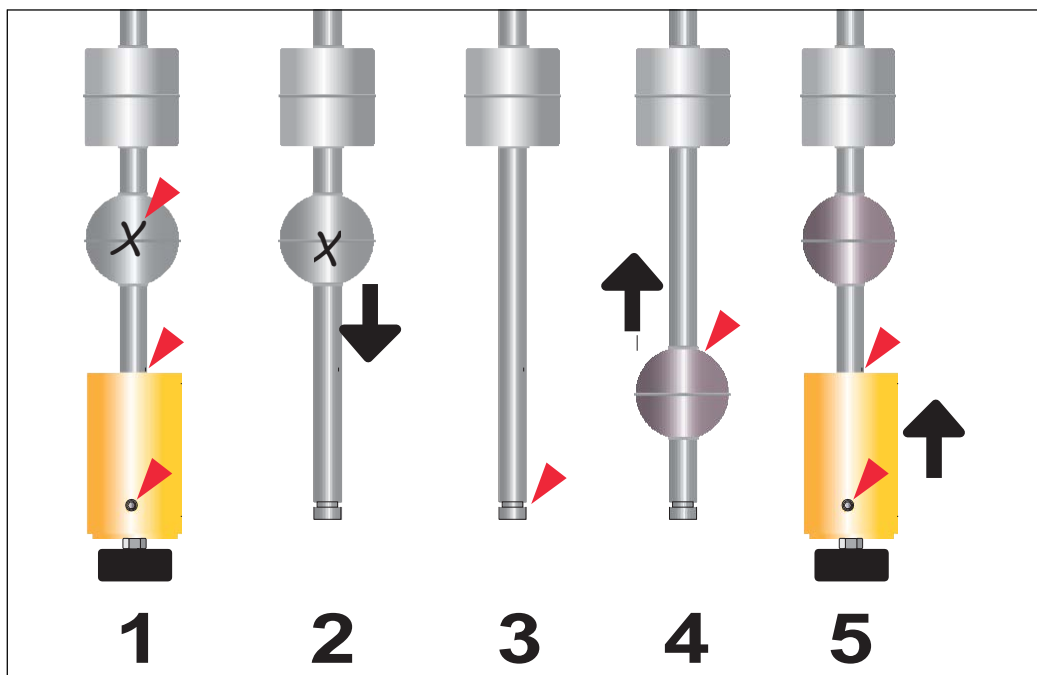

Abbildung 5: Installieren des Austausch-Wasserschwimmers
4. Lösen Sie die 3 Schrauben am Fuß des Gewichts mit einem 3 mm Inbusschlüssel, bis die Gewicht-/ Magnetbaugruppe vom Sondenrohr abgeschoben werden kann (Ansicht 1 in Abbildung 5). Legen Sie die Gewicht-/Magnetbaugruppe vorsichtig beiseite, um keine der drei Inbusschrauben des Gewichtes zu verlieren oder den Magneten zu beschädigen.